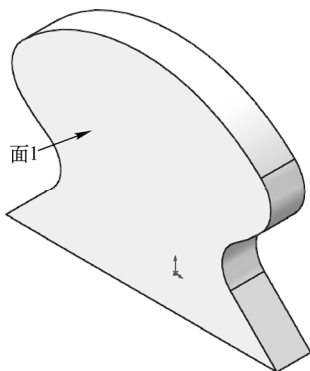

图 13-108 拉伸实体 1
**03** 拉伸实体。选择菜单栏中的“插入”→“凸台/基体”→“拉伸”命令, 或者单击“特征”控制面板中的“拉伸凸台/基体”按钮, 此时系统弹出图 13-107 所示的“凸台-拉伸”属性管理器。设置终止条件为“给定深度”, 输入拉伸距离为 12.00mm, 然后单击属性管理器中的“确定”按钮, 结果如图 13-108 所示。
**04** 设置基准面。选择图 13-108 中的面 1 为基准面，然后单击“前导视图”工具栏中的“正视图”按钮，将该表面作为绘制图形的基准面，新建草图。
**01** 设置基准面。选择图 13-108 中的面 1 为基准面，然后单击“前导视图”工具栏中的“正视图”按钮，将该表面作为绘制图形的基准面，新建草图。